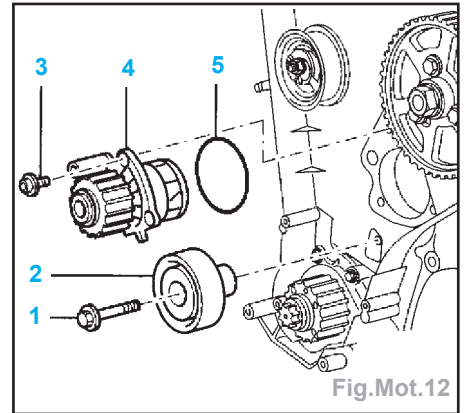

Fig.Mot.12
- Dévisser complètement la vis de fixation (1) du galet-inverseur (2) et la pousser de 30 mm environ vers le bas (Fig. Mot.12).
- Desserrer les vis de fixation (3) de la pompe à liquide de refroidissement et retirer avec précaution cette pompe (4) entre le réservoir de l'essui-glace et le protecteur arrière de la courroie dentée.